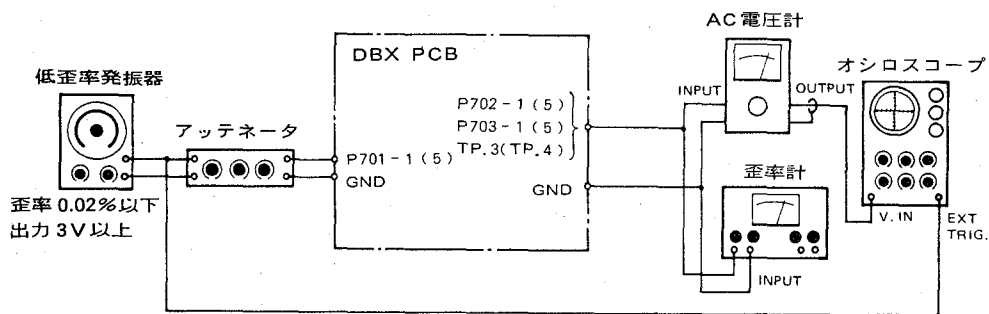
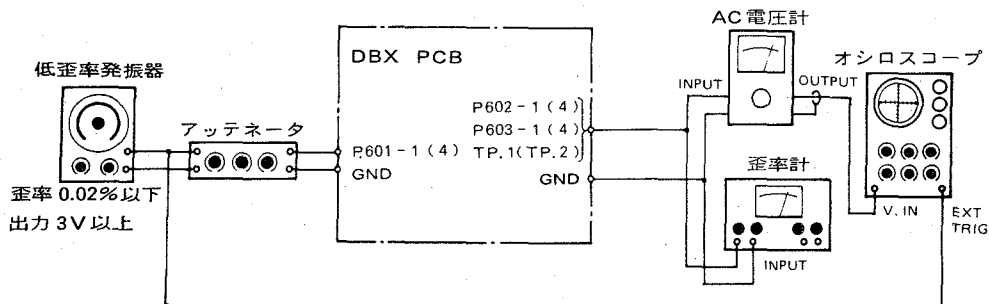
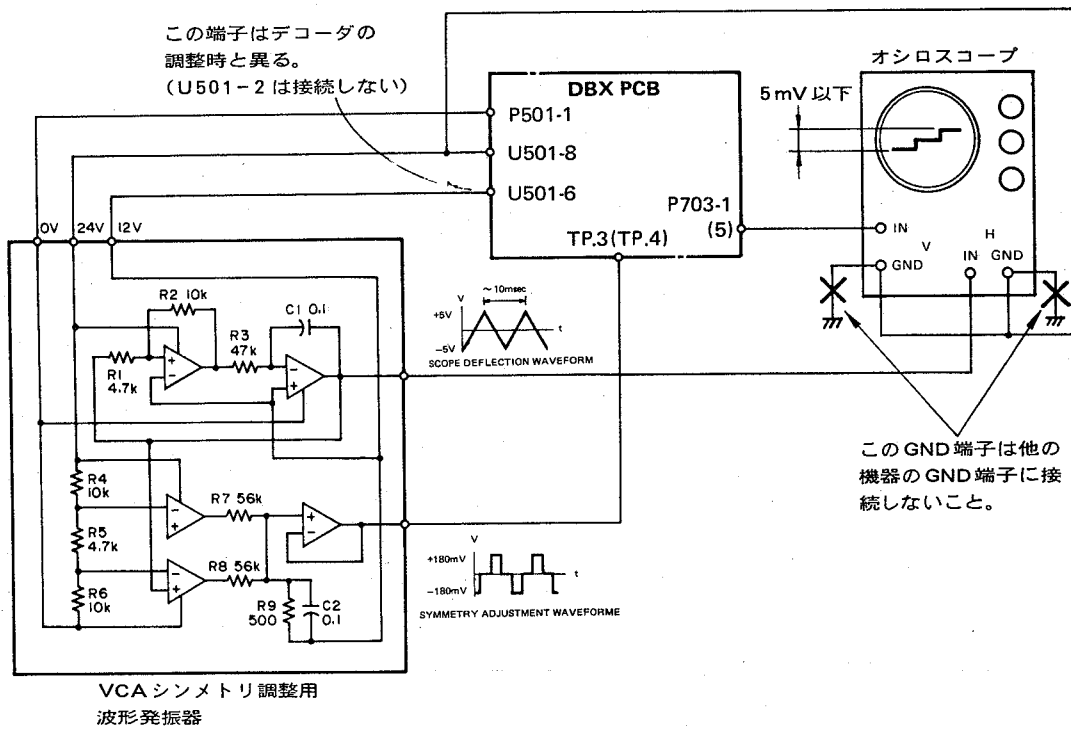
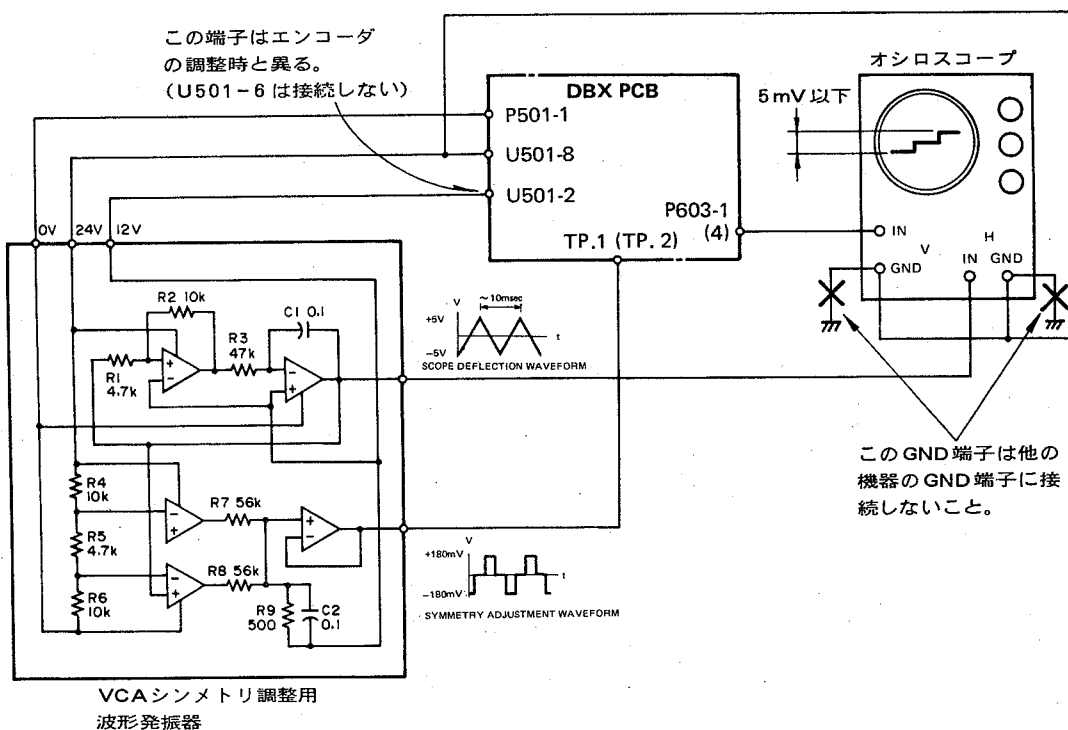

図 21 エンコーダ調整時の接続
図 22 デコーダ調整時の接続
図23 VCAシンメトリ調整の接続(エンコーダ)
図24 VCAシンメトリ調整の接続(デコーダ)
- P 701 ~ P 703 の線材を外し、図21のように測定器を接続する。(各コネクタのピン1はLch, ピン5はRch)
- P 701 - 1 (5) に 100 Hz の入力を加え、P 702 - 1 (5) の出力が 300 mV になるよう入力レベルを調整する。
- P 701 - 1 (5) に 1 kHz の入力を加え、P 702 - 1 (5) の出力が 300 mV になるよう入力レベルを調整する。
- 次に P 703 - 1 (5) の出力レベルが 300 mV になるよう R 737 (R 738) を調整する。
- 測定器を図23のように接続する。
- 測定器の接続を図21に戻す。
- 入力信号を 100 Hz, 10 kHz としたとき、R 703 - 1 (5) の出力がそれぞれ 212 mV ~ 238 mV, 165 mV ~ 185 mV であることを確認する。
- 5 項の状態から入力信号を 1 kHz / 300 μV にしたとき P 703 - 1 (5) の出力が 8.95 mV ~ 10.1 mV であることを確認する。(1 kHz バンド・パス・フィルタを使用して測定すること)
- 5 項の状態から入力信号を 1 kHz / 3 V にしたとき、P 703 - 1 (5) の出力が 895 mV ~ 1.01 V であることを確認する。
- P 601 ~ P 603 の線材を外し、図22のように測定器を接続する。(各コネクタのピン1はLch, ピン4はRch) 図23
- P 601 - 1 (4) に 100 Hz の入力を加え、P 602 - 1 (4) の出力が 300 mV になるよう入力レベルを調整する。
- P 601 - 1 (4) に 1 kHz の入力を加え、P 602 - 1 (4) の出力が 300 mV になるよう入力レベルを調整する。
- 次に P 603 - 1 (4) の出力レベルが 300 mV になるよう R 637 (R 638) を調整する。
- 測定器を図24のように接続する。
- 測定器の接続を図22に戻す。
- 入力信号を 100 Hz, 10 kHz としたとき、P 603 - 1 (4) の出力がそれぞれ 475 mV ~ 599 mV, 789 mV ~ 993 mV であることを確認する。
- 5 項の状態から入力信号を 1 kHz / 9.48 mV にしたとき P 603 - 1 (4) の出力レベルが 267 μV ~ 336 μV であることを確認する。(1 kHz バンド・パス・フィルタを使用して測定すること)
- 5 項の状態から入力信号を 1 kHz / 948 mV にしたとき P 603 - 1 (4) の出力レベルが 2.67 V ~ 3.37 V であることを確認する。